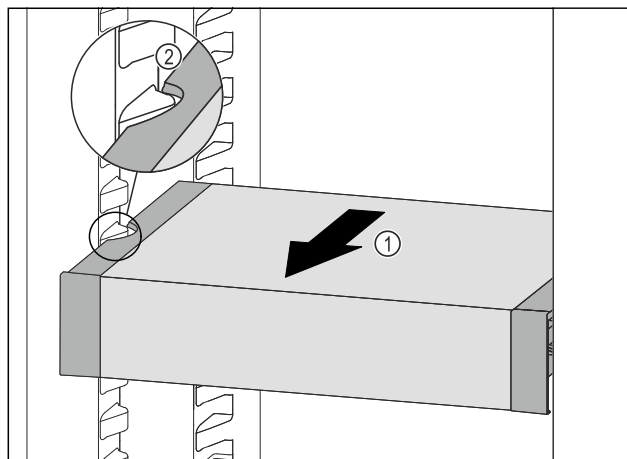

Fig. 101
- ▶ Predal VarioSafe povlecite naprej Fig. 101 (1), dokler nista stranska izreza predala VarioSafe na višini nastavka za posodo v hladilniku. Fig. 101 (2)